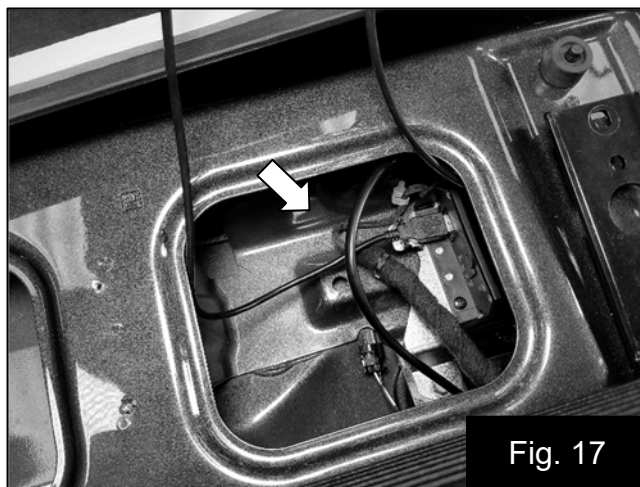

Fig. 17
27. Fixez le câble du contrôleur supplémentaire avec des serre-câbles. Fig. 17
27. Asegure el cable adicional del controlador con precintos para cables. (Imagen 17)